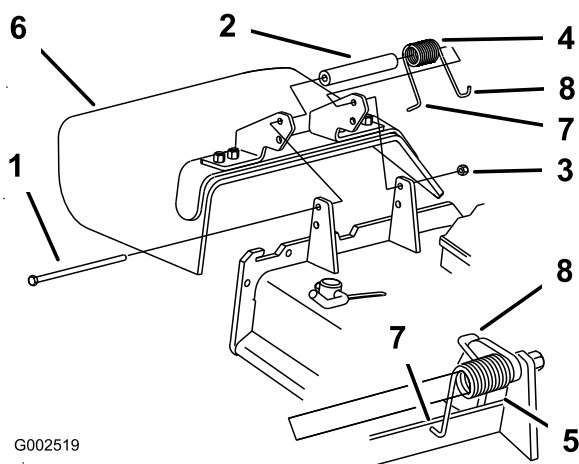

Figure 15
1. Enlevez la goulotte d'éjection latérale du plateau de coupe (Figure 15).